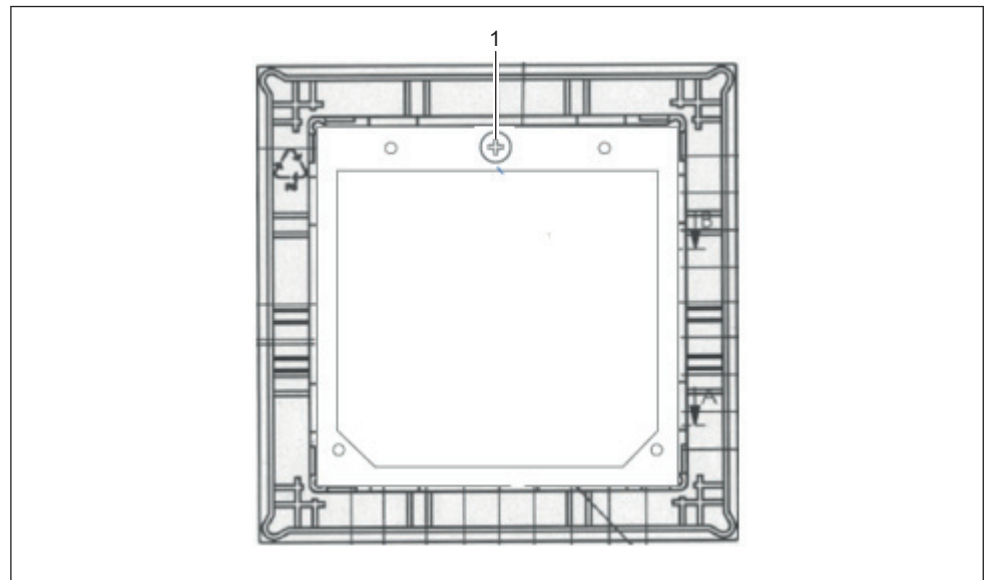

Fig. 18: Condição de entrega do módulo cego Siedle (não fornecido)
1. Liberte a placa de aperto (Fig. 18/1) e retire-a do módulo cego (não fornecido).